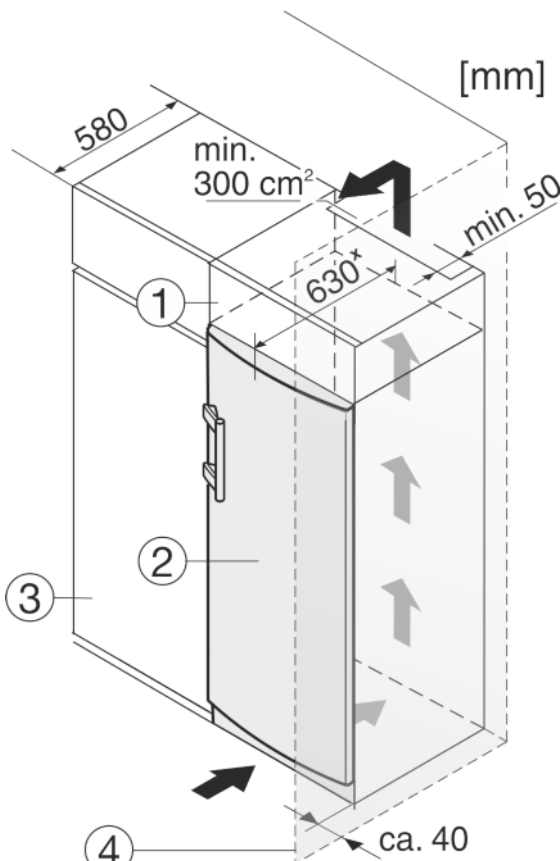

Fig. 11
- (1) Aufsatzschrank
- (2) Gerät
- (3) Küchenschrank
- (4) Wand
Das Gerät kann mit Küchenschränken umbaut werden. Um das Gerät Fig. 11 (2) der Küchenzeilenhöhe anzugleichen, kann über dem Gerät ein Aufsatzschrank Fig. 11 (1) angebracht werden.
Beim Umbau mit Küchenschränken (Tiefe max. 580 mm) kann das Gerät direkt neben dem Küchenschrank Fig. 11 (3) aufgestellt werden. Das Gerät steht seitlich 34 mm* und in der Gerätemitte 50 mm* gegenüber der Küchenschrankfront vor.
Wenn das Gerät mit den Scharnieren neben einer Wand Fig. 11 (4) aufgestellt wird, muss der Abstand zwischen Gerät und Wand mindestens 40 mm betragen. Dies entspricht dem Griffüberstand bei geöffneter Tür.